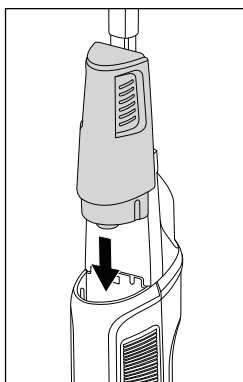

Fig. 11
- ♦ Dé la vuelta al depósito de agua limpia ❶ y vuelva a colocarlo en el inserto superior de la parte delantera del aparato (consulte la fig. 11).
- ♦ Desplace el depósito de agua limpia ❶ hacia abajo a lo largo de las acanaladuras del inserto hasta que el depósito de agua limpia ❶ encastre de manera audible y quede bien fijado en el aparato.